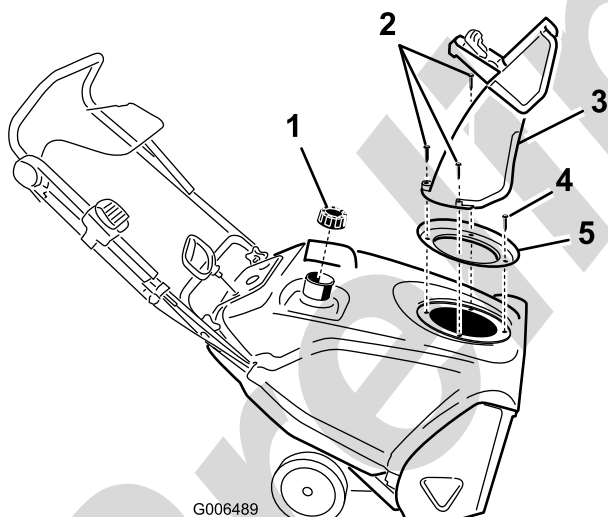

Figura33
3. Scoateţi jgheabul de evacuare, mânerul jgheabului de evacuare şi sigiliul jgheabului prin scoaterea a 3 şuruburi mari şi a unui şurub mic (Figura33).